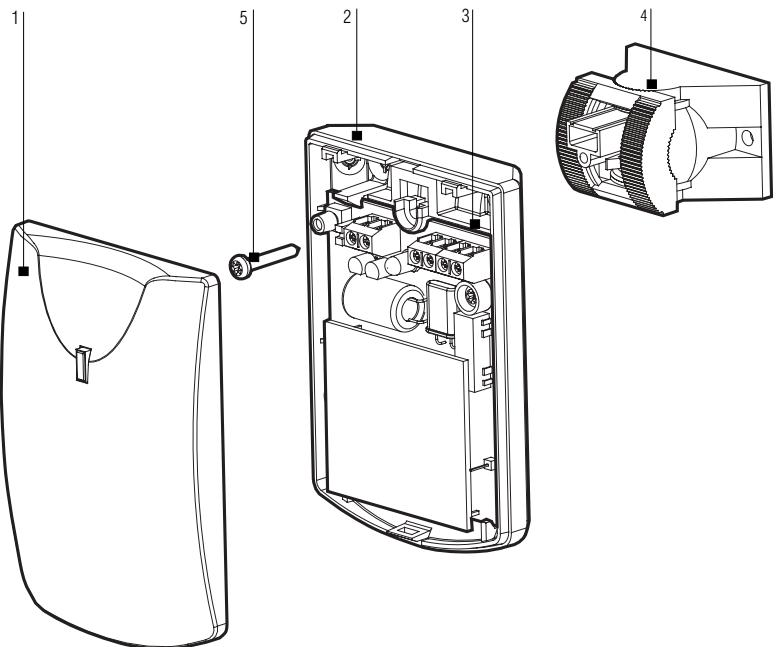
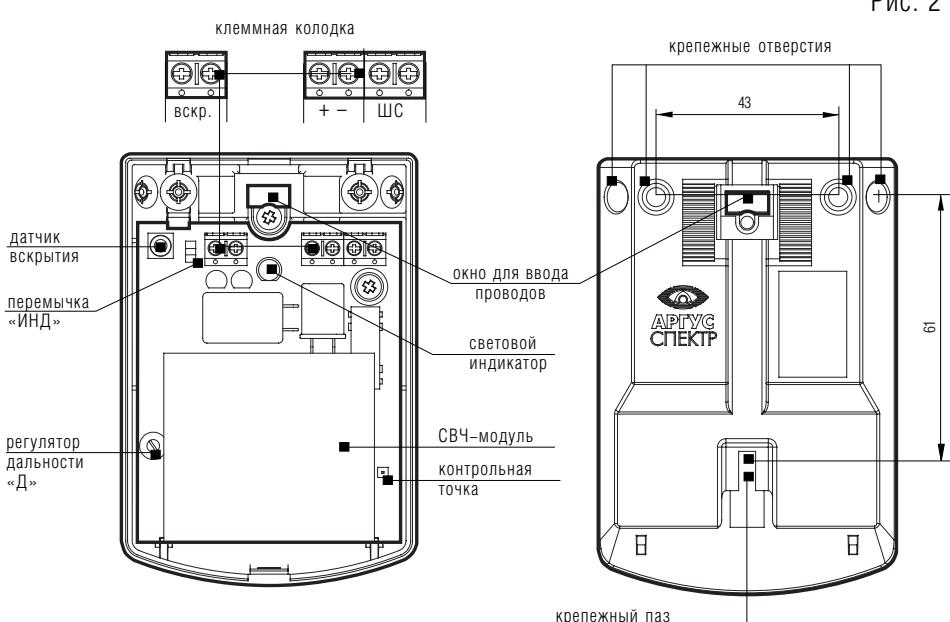
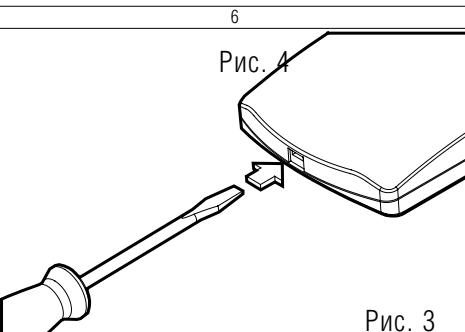

Рис. 1
Рис. 2
Рис. 3
Извещатель (рис. 1) состоит из:
На основании корпуса размещены крепежные отверстия и окно для ввода проводов (рис.2).
1. Снять крышку 1 (рис.1) по схеме на рис. 3;
2. В основании 2 (рис.1) вскрыть крепежные отверстия (рис. 2) в соответствии с позицией установки: в углу или на стене (в последнем случае для крепления применяется помимо крепежных отверстий и крепежный паз рис. 2).
4. Подготовить отверстия под крепеж на стене, ввести провода питания и шлейфов в окно (рис. 2).
2. Снять крышку 1 (рис. 1) по схеме на рис. 3.
3. Провести провода питания и шлейфов через кронштейн и установить его на стене, затем через окно в основании (рис. 2) провести эти провода в прибор (рис. 2).
4. Шурупом 5 закрепить основание 2 (рис. 1) на кронштейне и зафиксировать направление в горизонтальных и вертикальных плоскостях (рис. 7).
- Для регулировки зоны обнаружения использовать регулятор дальности «Д» (рис. 2).